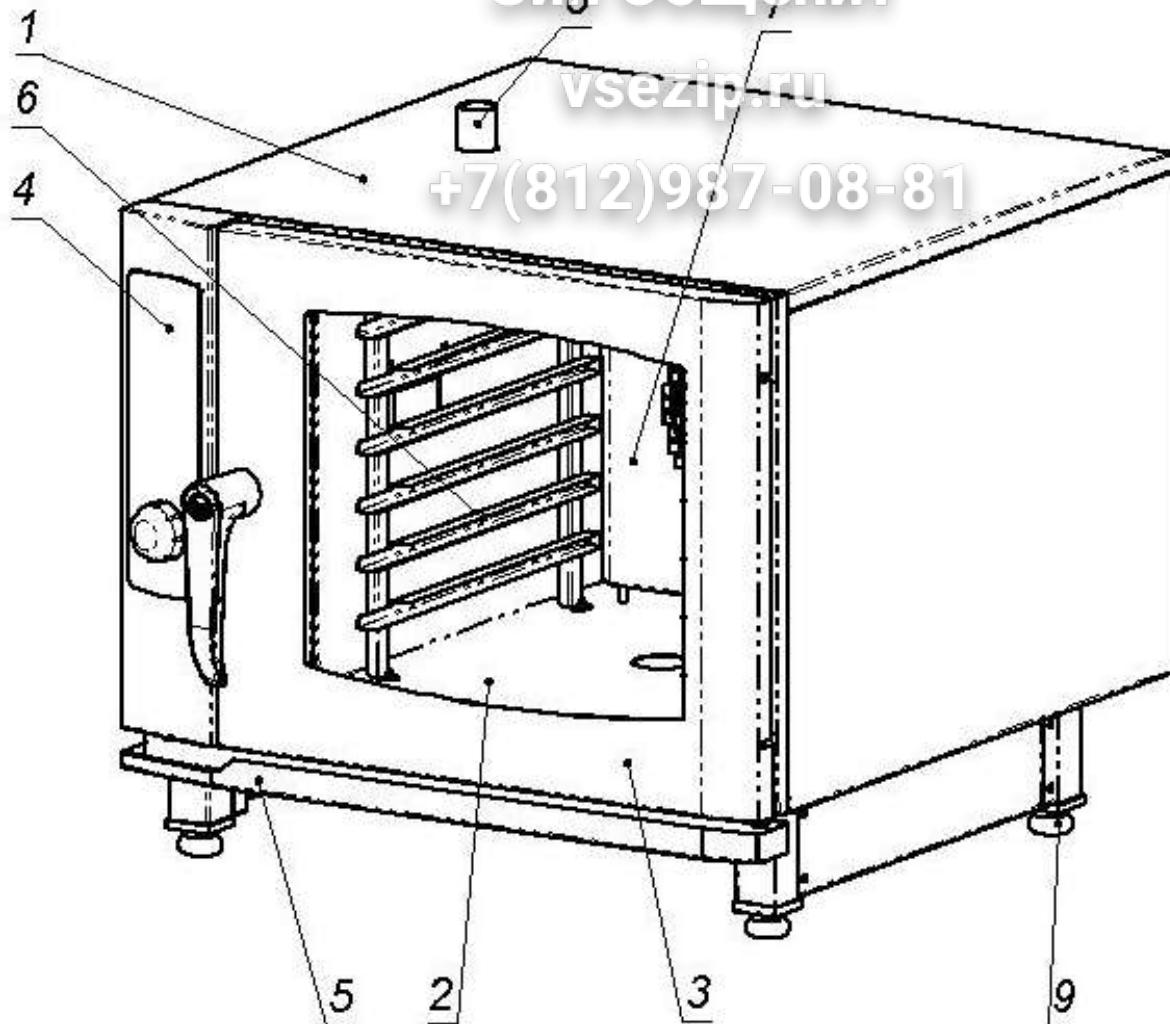

Рис.1. Общий вид изделия
Изделие (см. рис. 1) состоит из корпуса (1), рабочей камеры (2), за-крываемой дверью (3). Под дверью расположен лоток (5) для сбора конденсата. На передней части корпуса расположена панель управления (4). В рабочей камере расположены держатели полок (6), которые легко снимаются для обеспечения уборки рабочей камеры. В задней части рабочей камеры расположен вентилятор и ТЭНЫ, которые обеспечивают конвекцию и нагрев воздуха в рабочей камере. В целях безопасности вентилятор и ТЭНЫ отделены от рабочей камеры защитной решеткой (7), снять которую можно только при помощи инструмента. На решетке также расположен лоток для подачи воды на лопасти вентилятора и ТЭНЫ.
4.1 Общий вид изделия приведен на рис. 1, панель управления показана на рис. 3.